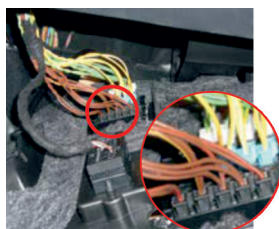

Рис. 2
2. У дистриьютора, расположенного на горизонтальном кожухе, слева в ногах водителя (см. рисунок 2).